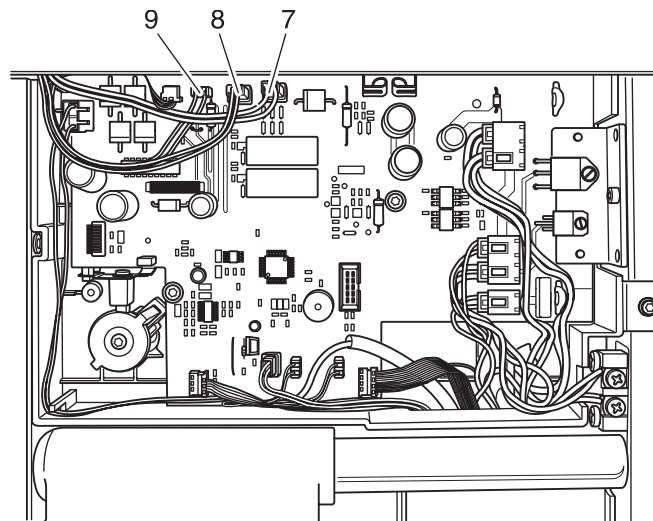

Fig. 5b
- Die Steckerverbindungen 7, 8, 9 auf die Leiterplatte stecken (Fig. 5b).